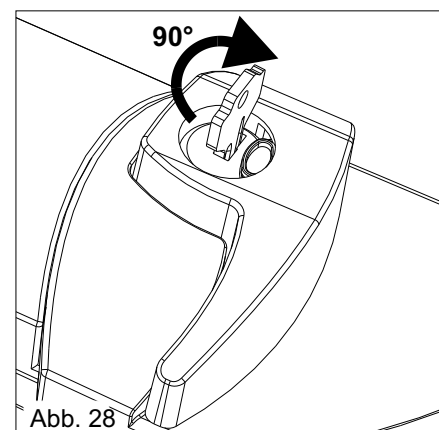

Abb. 28
- 2) Den Schlüssel einstecken und um 90° im Uhrzeigersinn drehen (Abb.28);